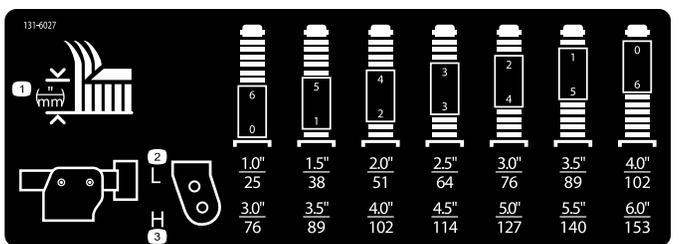

Figura 37
3. Posizionate gli assali delle ruote orientabili negli stessi fori di tutte le forcelle; fate riferimento al grafico (Figura 37) per determinare i fori corretti per l'impostazione dell'altezza di taglio.